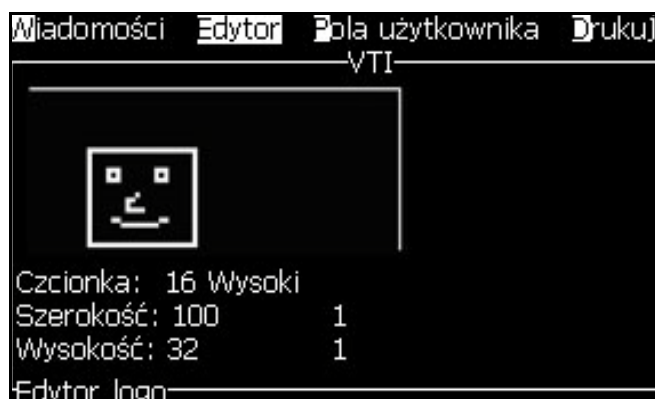

Figura 5-64: Crop Logo (ritaglia logo)
- 1 Premere *Invio* per visualizzare l'anteprima di una cornice che indica i margini correnti dell'inserito grafico (Figura 5-64).